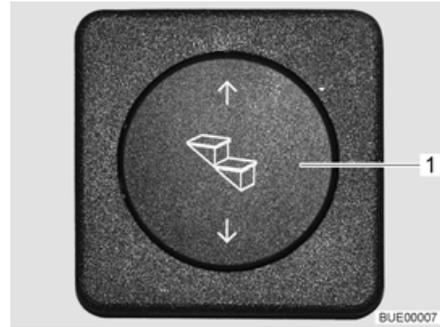

Bild 11 Bedientaster Eintrittstufe
- Bedientaster (Bild 11,1) unten drücken und gedrückt halten (mindestens 3 Sekunden), bis die Eintrittsstufe vollständig ausgefahren ist.
- Bedientaster (Bild 11,1) oben drücken, bis die Eintrittsstufe vollständig eingefahren ist.